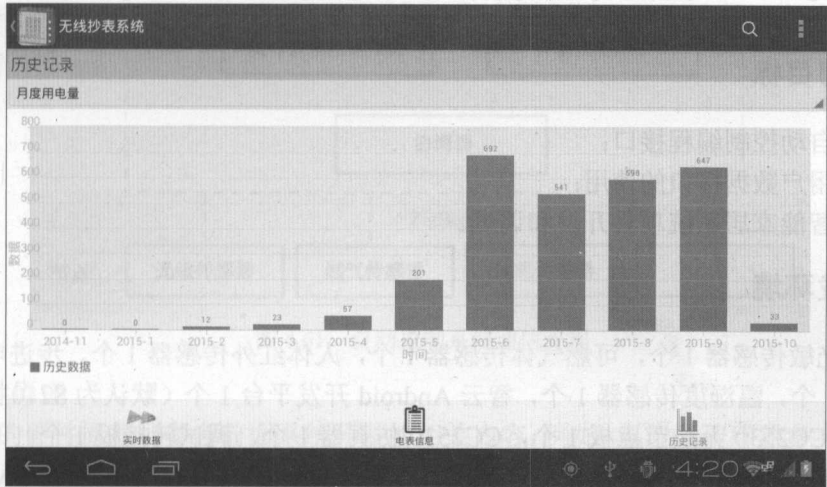

图 4.58 历史数据查询模块
(6) 滑动或单击切换至“历史记录”页面，可以选择“24 小时电压”、“24 小时功率”、“月度用电量”来查询历史数据，如图 4.58 所示。